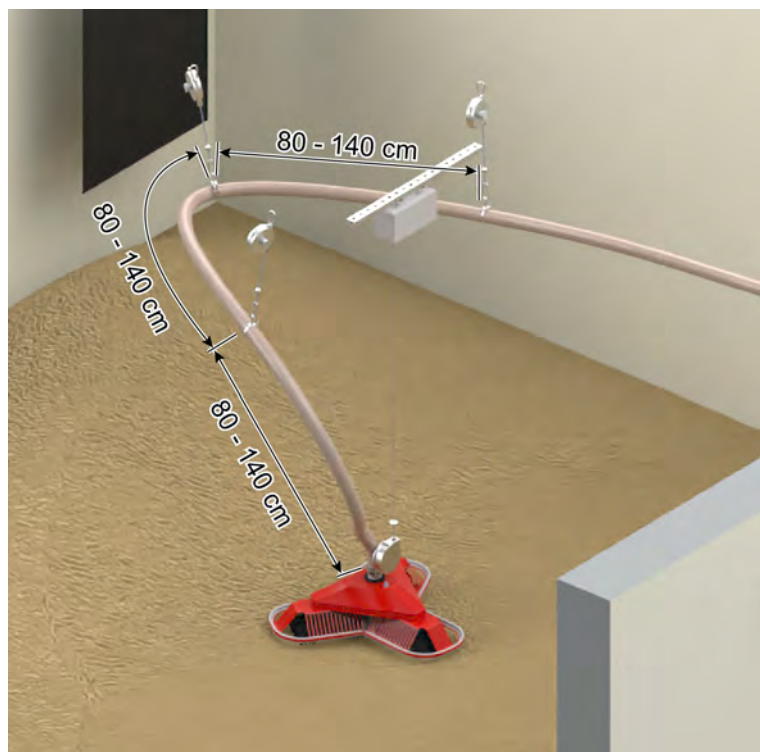

Abb. 9-14: Abstände für die Befestigung der Federzüge
- Der Saugschlauch im Pelletslager wird von drei Federzügen gehalten. Die Abstände zwischen den einzelnen Federzügen ist ersichtlich in der Grafik Abb. 9-14: "Abstände für die Befestigung der Federzüge".